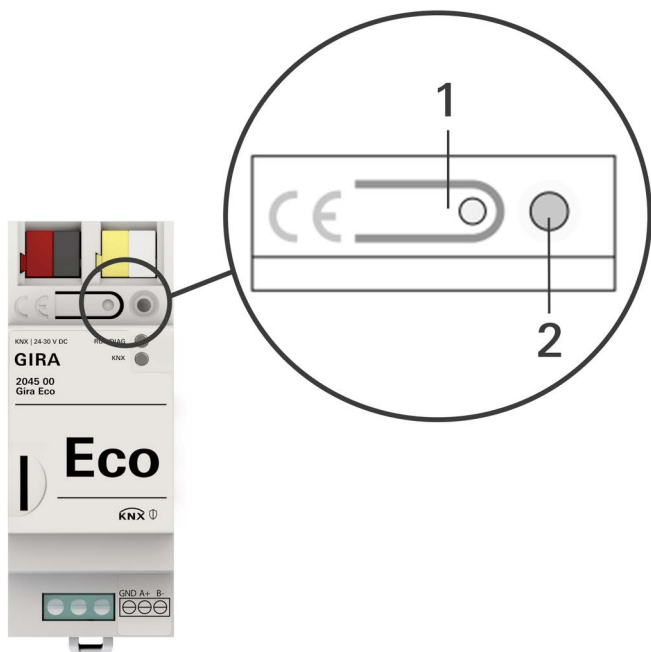

Bild 22: Programmierung
1. Drücken Sie kurz die Programmiertaste (Bild 22, Pos. 1). Die Programmier-LED (Bild 22, Pos. 2) leuchtet rot.
1. Drücken Sie die Programmier­taste (Bild 22, Pos. 1) und halten Sie diese weiter gedrückt, während Sie die Spannungsanschlussklemme aufstecken.